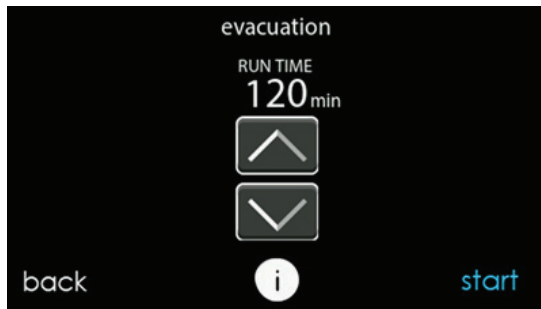

Fig. 24 – Écran de configuration de l'évacuation
3. Configurez la période désirée. La durée par défaut de cette procédure est de 120 minutes. Consultez la Fig. 24.